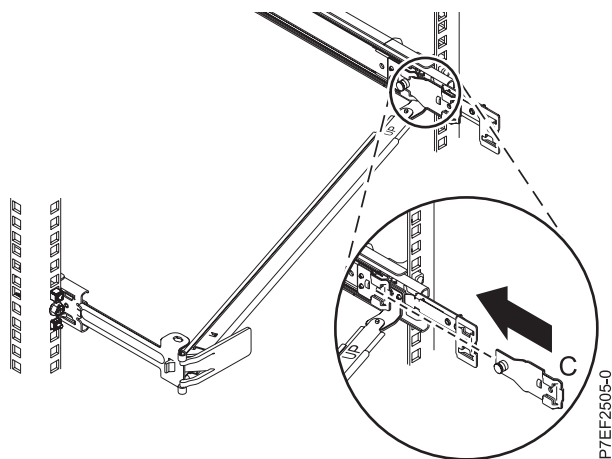

Figura 16. Instalación de la pieza de sujeción de montaje en el riel deslizante
5. Fije la pieza de sujeción de montaje (C) en la ranura que hay en la parte interior del riel deslizante derecho desplazando la patilla de montaje (C) en el riel derecho hasta que la patilla por resorte quede encajada en su sitio, tal como se muestra en la Figura 16 en la página 13.